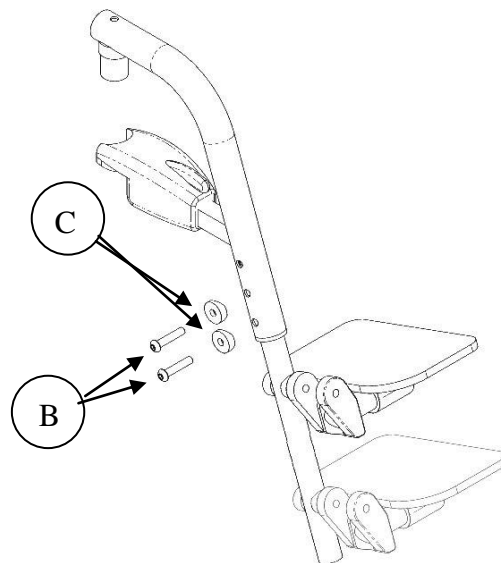

Figure 26 - Ajustement en longueur des appuis-pieds
1. Enlever les vis **B** en utilisant une « clé à fourche 10 mm » (figure 26);